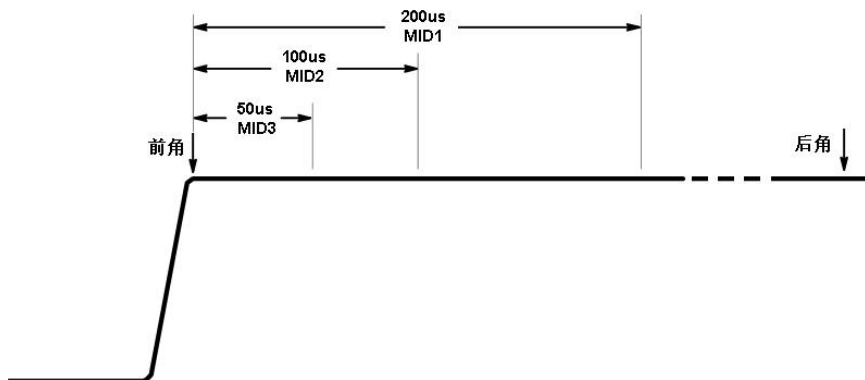

图 2：补偿区域示意图
- 调整 LF COMP，使脉冲的前角和后角平齐。参考图 2 示意图。